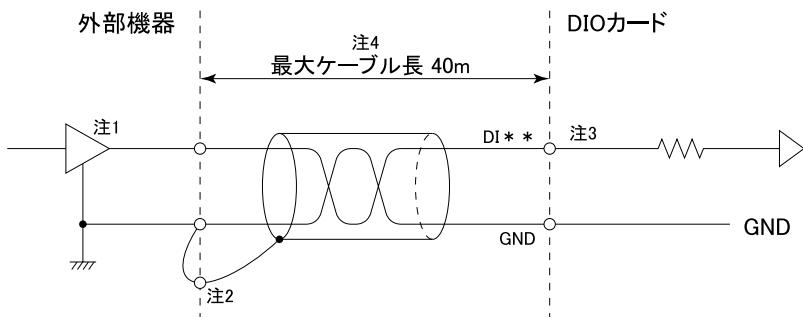

図 7.1
3種類の推奨接続例を図7.1～7.3に示します。
- ・TTL電圧信号の接続（図7.1）
注 3：最大ケーブル長の 150m は図 7.1 の注 4 に示す特性のケーブルを使用した場合の目安です。実際はノイズ環境、使用するケーブル特性により異なります。
注3：最大ケーブル長の300mは図7.1の注4に示した特性のケーブルを使用した場合の目安です。実際はノイズ環境や使用するケーブル特性により異なります。
注3: 最大ケーブル長は図7.1の注4に示した特性のケーブルを使用した場合の目安です。実際はノイズ環境やケーブル特性により異なります。